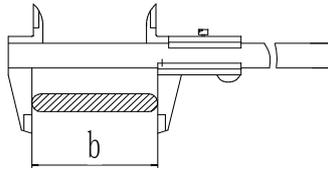

图 2 隔离开关触头测量示意图
4.1.1 确定需要测量隔离开关触指压力的触头接触面的宽度 b （用游标卡尺测量，见图 2）；